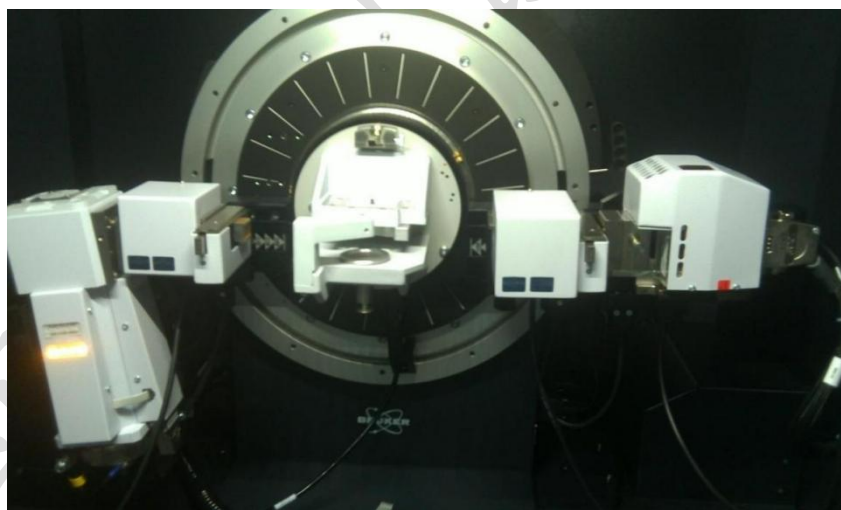

图 6-1
- (1) 设定detector为10°，点go，使探测器臂转到一个适合操作的位置。（图 6-1）